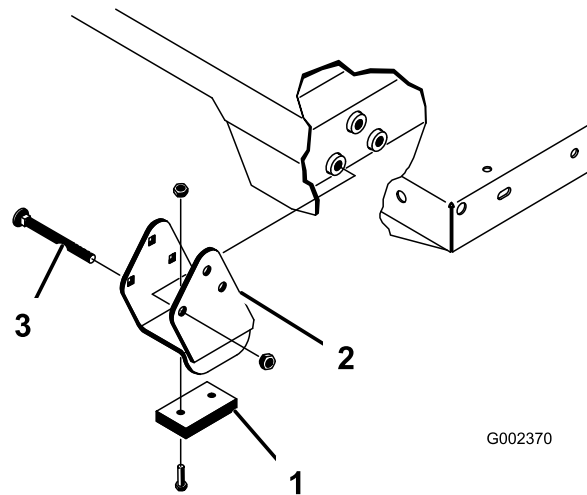

Рисунок 36
**Примечание:** Убедитесь в том, что распорный кронштейн и износная колодка (Рисунок 36) установлены на свои места. Головки каретных болтов должны находиться внутри машины.